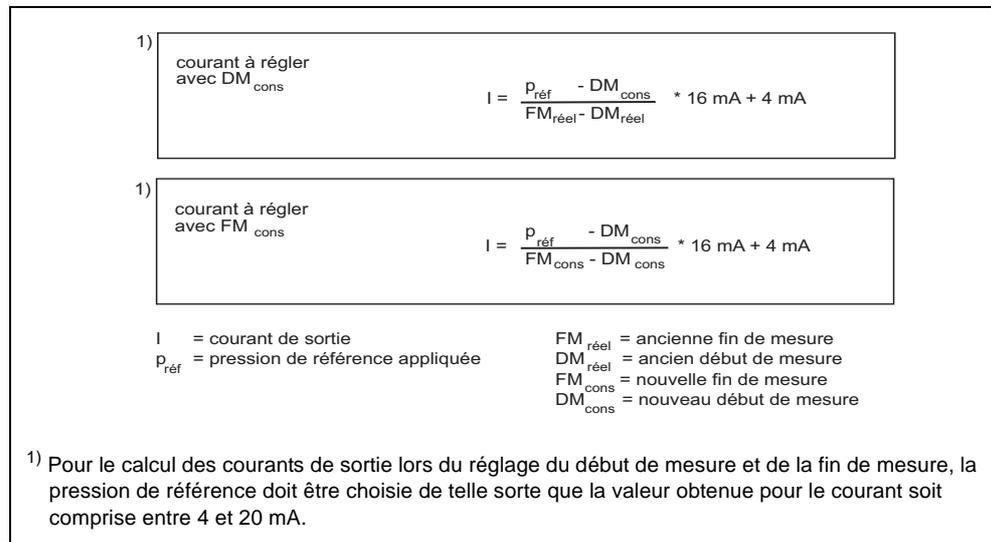

Figure 19 Formules de calcul du courant (régler le débit et la fin de mesure)
Les formules ci-après (Figure 19) permettent de calculer le courant à régler pour le débit de mesure et la fin de mesure souhaités.
- B: Avec la touche de mode [M], mettez l'appareil dans le mode 2. A l'aide des formules (Figure 19), calculez d'abord le courant à régler pour le début de mesure souhaité (2 bars) avec la pression de référence puis réglez-le avec les touches [↑] ou [↓] (13 mA).
- C: Avec la touche de mode [M], mettez l'appareil dans le mode 3. A l'aide des formules (Figure 19), calculez d'abord le courant à régler pour la fin de mesure souhaitée (14 bars) avec la pression de référence puis réglez-le avec les touches [↑] ou [↓] (16 mA).